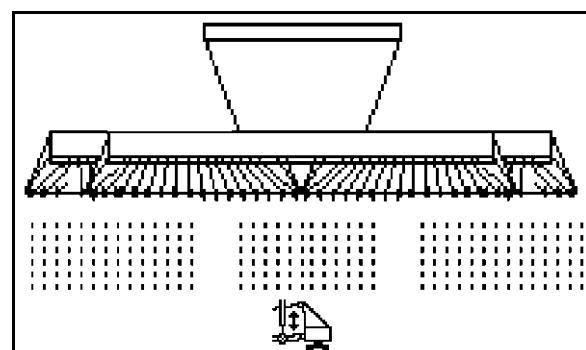

Fig. 55
1. Forhåndsvelge **KG** (Fig. 55).